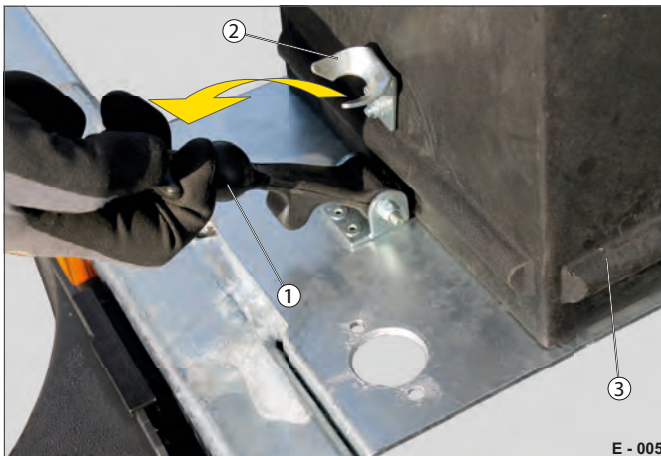

Abb. 5 Abdeckung entriegelt
- ▶ Ziehen Sie den Gummi-Zugverschluss (Abb. 5/1) nach oben und führen Sie diesen aus der Verschluss-Aufnahme (Abb. 5/2) heraus.
- ▶ Heben Sie die Abdeckung (Abb. 5/3) nach oben ab. Die Batterie ist frei zugänglich.